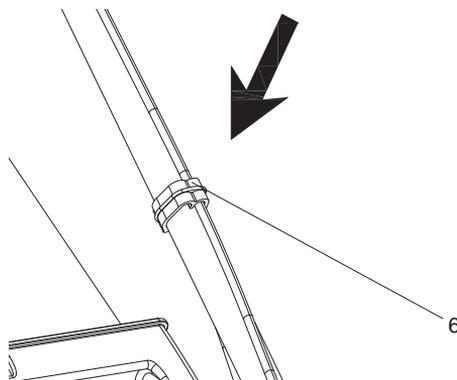

Fig. 3
- S'assurer que les câbles (4) sont acheminés sur le dessus des poignées (2).
- Fixer les câbles (4) sur la poignée inférieure avec le serre-câble (6) (Fig. 3).